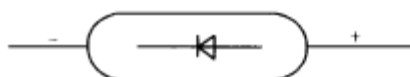

图 4-7 二极管符号标记
(1)观察外壳上的符号标记。有些整流二极管的外壳上,标有二极管的符号,带有三角形箭头的一端为正极,另一端则是负极。如图 4-7 所示。